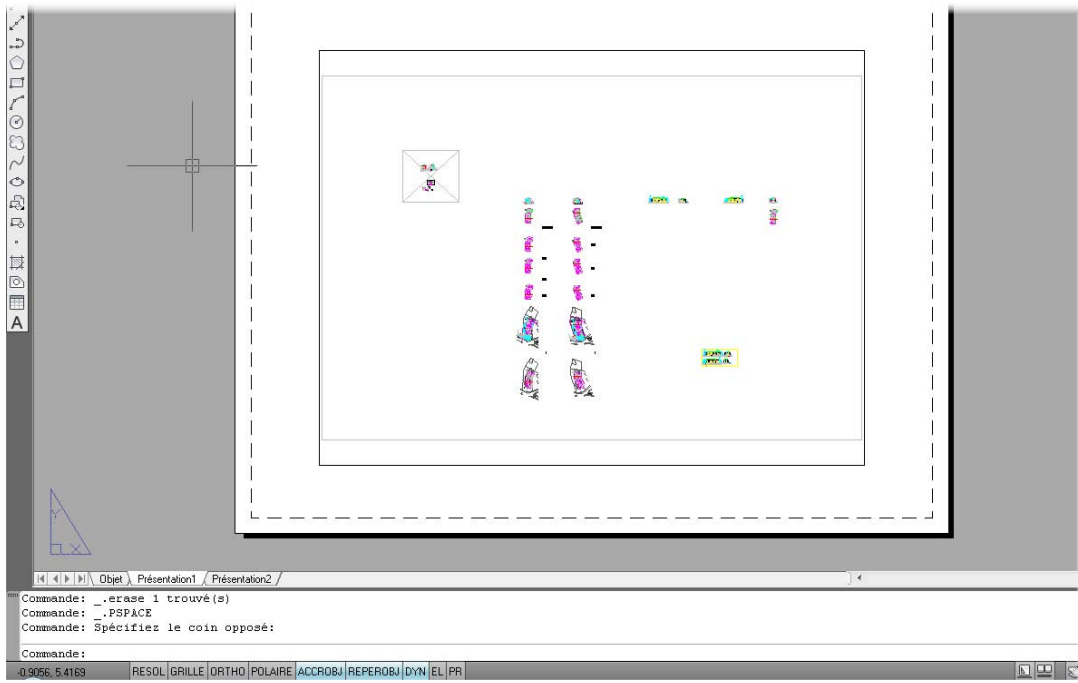

Figure 6.2
2. Cliquez sur l'onglet Présentation (voir Figure 6.2). AutoCAD propose une présentation par défaut : aucune mise à l'échelle n'est faite, aucune mise en page ou configuration de traceur. On aperçoit le dessin effectué dans l'espace objet dans sa globalité, aucun zoom non plus n'est réalisé par défaut.